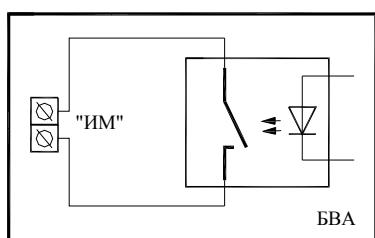

Рис.4.
**3.1.3.1 Выход типа оптореле** (рис. 4.) – дискретный выход типа «сухой» контакт, имеет гальваническую развязку со схемой прибора и применяется для управления реле, тиристорными и семисторными ключами и т.д.